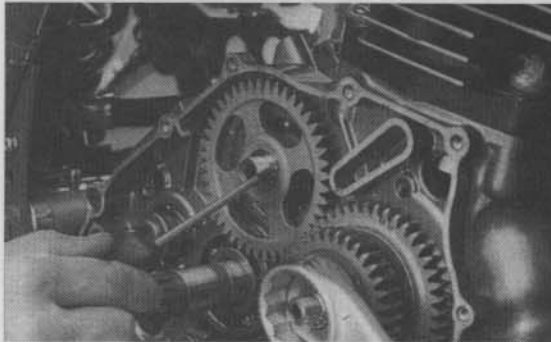

Bild 114
- Kupplungskorb auf gefettete Hauptwelle schieben. Es folgt Zahnscheibe (Bild 114).